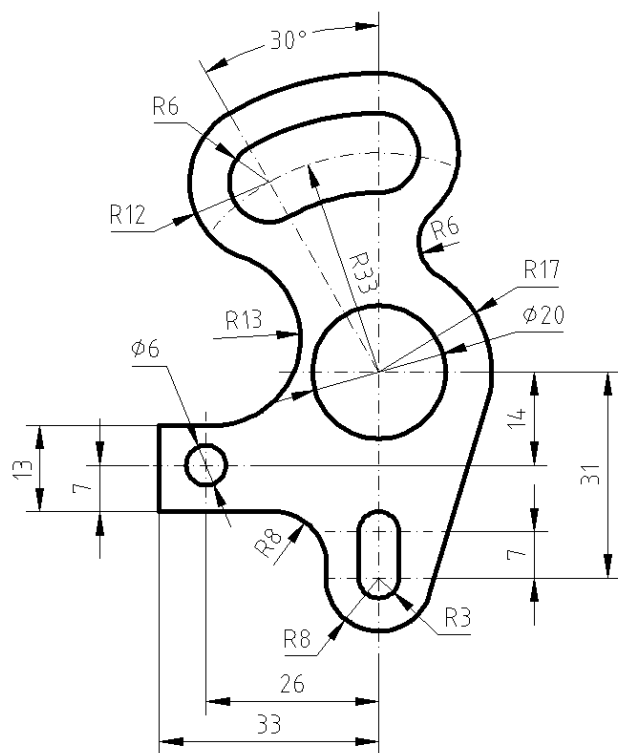

图 4
4. 按照 1:1 的比例抄画图 4（包括尺寸标注），将对象分别放置在相应图层中，中心线超出边界 3-5mm。